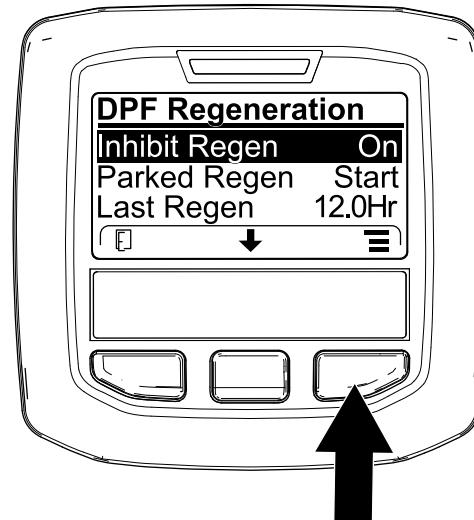

Figura 46
1. Acceda al menú DPF Regeneration (Regeneración de DPF), pulse el botón central para desplazarse hacia abajo, hasta la opción INHIBIT REGEN (Inhibir regeneración) y pulse el botón derecho para seleccionar la opción Inhibit Regen (Figura 46).
2. Pulse el botón derecho para cambiar el ajuste de inhibición de regeneración de Activado a Desactivado (Figura 46) o viceversa (Figura 47).